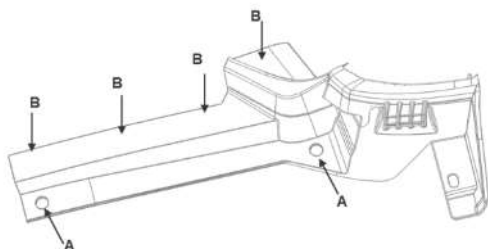

图 3-3-1 通风盖板左/右封皮拆卸示意图
(1) 用十字螺丝刀将子母扣拆卸(如下图 3-3-1 所示位置,共 5 个);
(2) 将通风盖板沿着前挡风玻璃下沿拉出,即可完成通风盖板的拆卸。